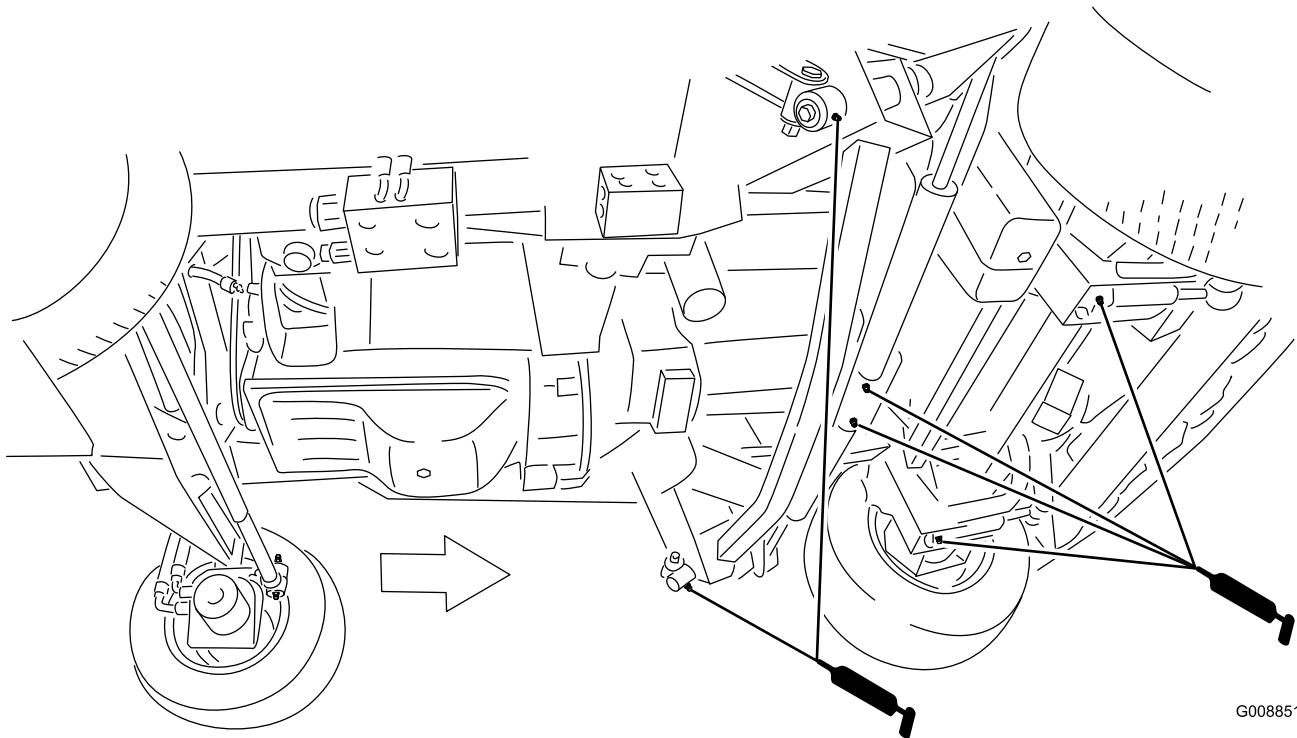

Figure 50
- Bras d'impact (2) (Figure 50)
- Pivots de vérins de relevage de plateau avant (2) (Figure 50)
- Pivots de vérins de relevage de plateaux latéraux (2) (Figure 50)